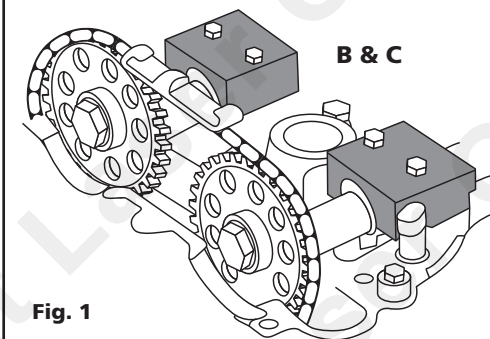

Fig. 1
N.B.: Se è necessario allentare i pignoni degli alberi a camme, i bulloni devono essere sostituiti (vedere dati del costruttore). Vedere la Fig. 1